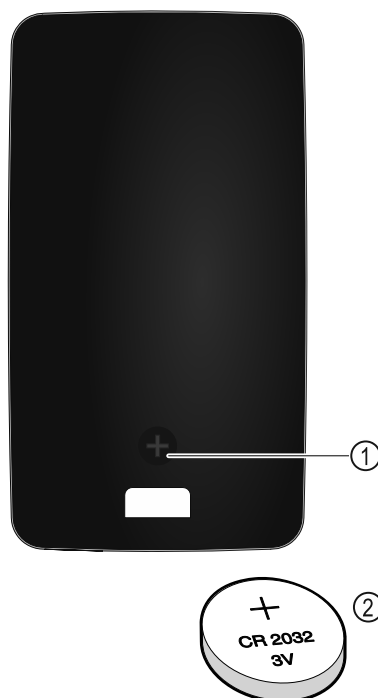

Fig. 141
L'alimentation électrique de la télécommande est assurée par une pile de type CR 2032 de 3 V Fig. 141 (2), disponible auprès des commerçants spécialisés.
- ▶ Dévisser la vis Fig. 141 (1) au dos de la télécommande.